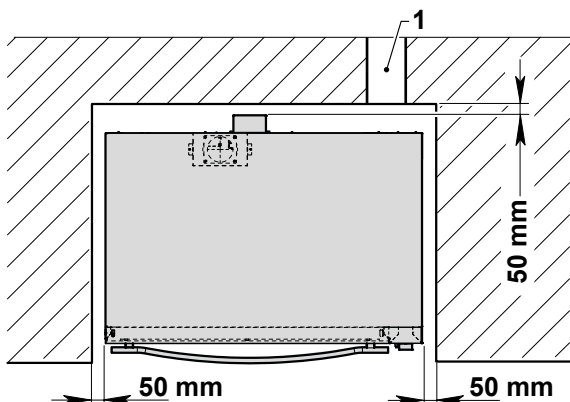

ABB. 8
3.5.a - Montage des Kamins (Abb. 8)